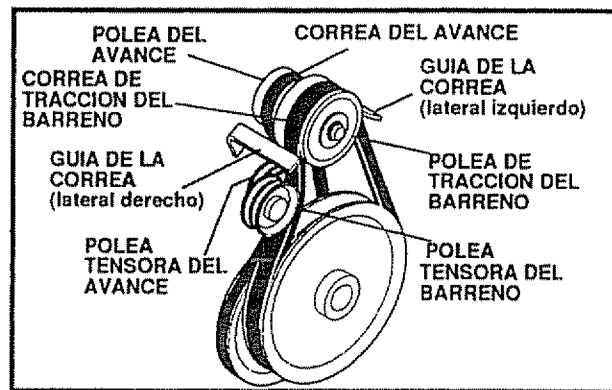

FIG. 28
- Afloje las guías de la correa (vea la Fig. 28) y aléjelas de la polea de tracción del motor.
- Afloje la tuerca de la polea tensora del barreno (vea la Fig. 28) y aleje la polea de la correa.
CORREA DE LA TRACCION DE AVANCE (vea la Fig. 28)